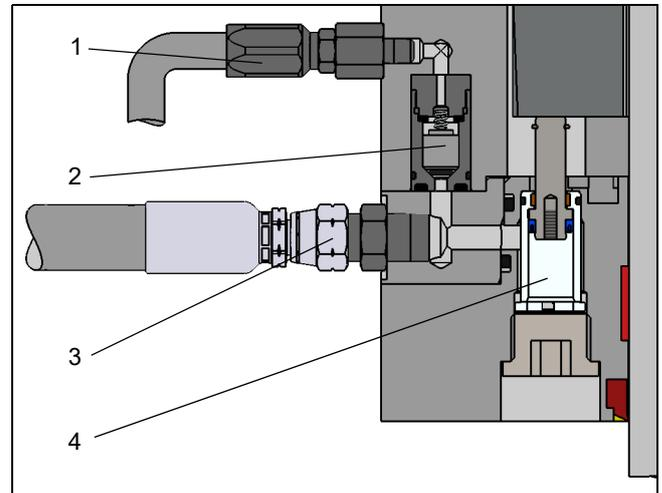

Fig. 4 : Soupape de purge automatique intégrée dans un dispositif antichute PARA série K/TA
La soupape de purge automatique peut être intégrée aux dispositifs antichute PARA de SITEMA selon le schéma *fig. 4*, à condition que l'épaisseur du boîtier soit suffisante et que le dispositif antichute PARA soit installé de façon fixe (non mobile) et verticale.
Côté client, un tuyau est à prévoir qui raccorde la sortie E (1) *fig. 4* de la soupape de purge automatique avec le réservoir afin de laisser échapper les effluents air-huile. Des informations complémentaires se trouvent dans les instructions d'utilisation fournies avec le dispositif antichute PARA.
⚠ Dans tous les cas, il est obligatoire de brancher un tuyau au raccord E (1) *fig. 4* afin de mener les effluents air-huile qui échappent pendant l'opération vers le réservoir.